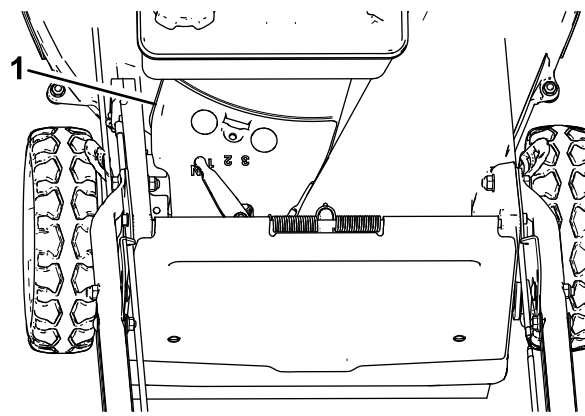

Figura 36
3. Retire la cubierta de la correa (**Figura 36**) de la carcasa de corte.